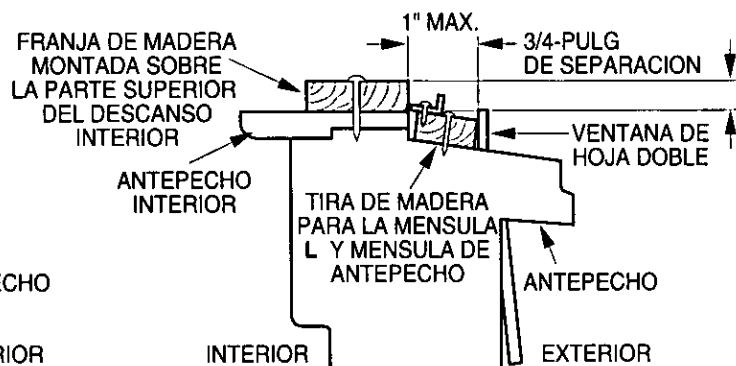

Fig. 5-2
2. Si la sobre-ventana estorba colóquese una tira de madera de 2 pulg de ancho a lo largo del descanso de la ventana por la parte que de internamente al cuarto, y en toda su extensión. La tira de madera debe ser lo suficientemente gruesa para elevar el descanso de la ventana, de tal manera que la unidad de aire acondicionado pueda ser instalada sin interferencia del marco de la sobre-ventana (storm window). Ver Fig. 5-2. La parte superior de la tira de madera debe estar aproximadamente a 3/4 de pulg más alta que el marco de la sobre ventana, (storm window) para ayudar a que el agua de condensación de la unidad fluya hacia afuera.
3. Instale una segunda tira de madera (aproximadamente 6 pulg. de largo, 1-1/2 pulg de ancho y mismo espesor que la primeratira de madera) en el centro del descanso exterior, póngala contra la parte posterior del descanso interior. Esto elevará la mensula L como en la Fig. 5-2.